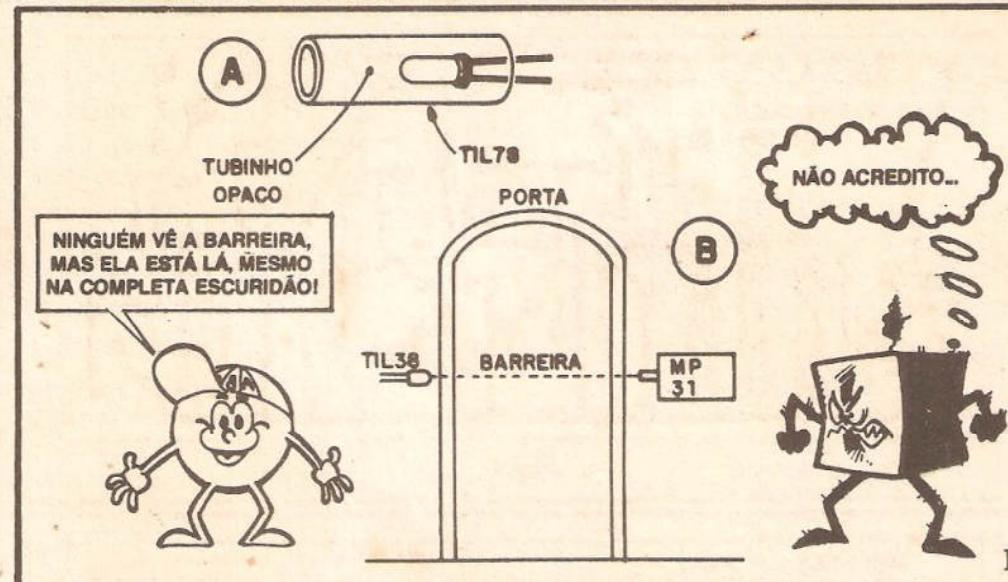

Fig. 7
- FIG. 7 - O ESTABELECIMENTO PRÁTICO DA "BARREIRA" - A utilização típica da MP-31 está diagramada na figura... Controlar (fiscalizar...) a passagem de pessoas por uma porta é o ponto alto da aplicação: basta posicionar o conjunto ótico formado pelo TIL38 de um lado (ligado ao circuito "mãe" por um par de fios finos, conforme já foi sugerido) e o TIL78 (agregado elétrica e mecanicamente à própria placa do circuito) do outro, alinhando bem o conjunto (ver fig. 7-B). Para que haja boa direcionalidade no alinhamento e na sensibilidade quanto ao feixe, convém entubar o foto-receptor TIL78 (ver 7-A), bastando para isso embutir o componente num